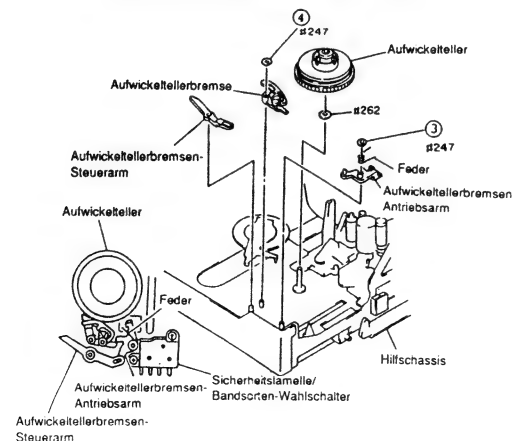
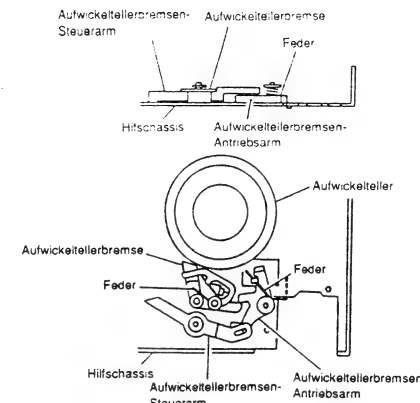

Abb. 2-50
Abb. 2-51
- 1) Den Aufwickeltellerbremsen-Steuerarm aus dem Hilfschassis herausziehen (siehe Abb. 2-50).
- 3) Eine (1) Scheibe entfernen und den Aufwickeltellerbremsen-Antriebsarm aus dem Hilfschassis herausziehen.
- 4) Eine (1) Scheibe entfernen und die Aufwickeltellerbremse aus dem Hilfschassis herausziehen.
- Hinweis 2: Die Abb. 2-51 beachten, wenn der Aufwickeltellerbremsen-Steuerarm, der Aufwickeltellerbremsen-Antriebsarm und die Aufwickeltellerbremse wieder eingebaut werden.